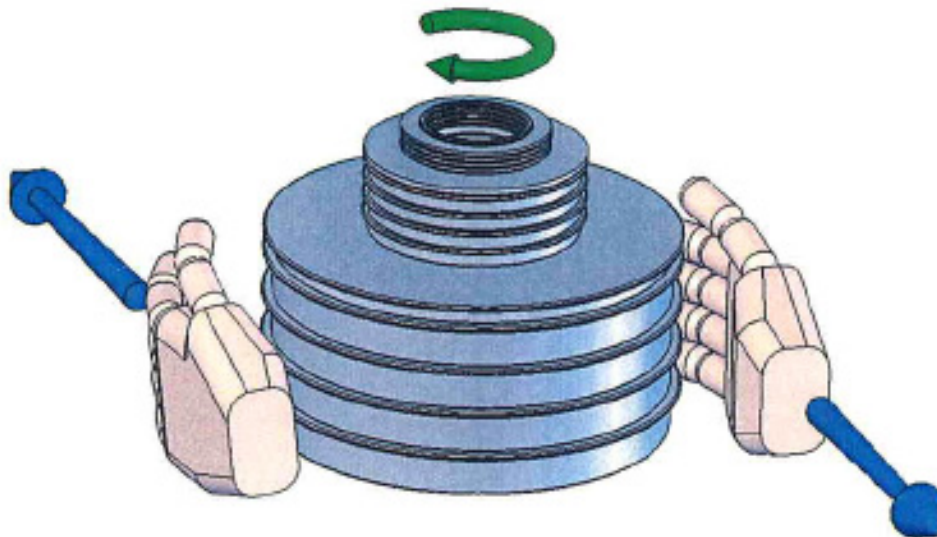

Abbildung 4-2. Gewichtsrotation
3. Drehen Sie den Gewichtstapel vorsichtig im Uhrzeigersinn, sodass es sich etwa zwischen 10 und 60 rpm dreht. Vermeiden Sie Seitenbelastung beim Drehen der Gewichte, indem Sie Ihre Handflächen an beiden Seiten platzieren und den Stapel "rollen", indem Sie in entgegengesetzte Richtungen ziehen, siehe Abbildung 4-2.